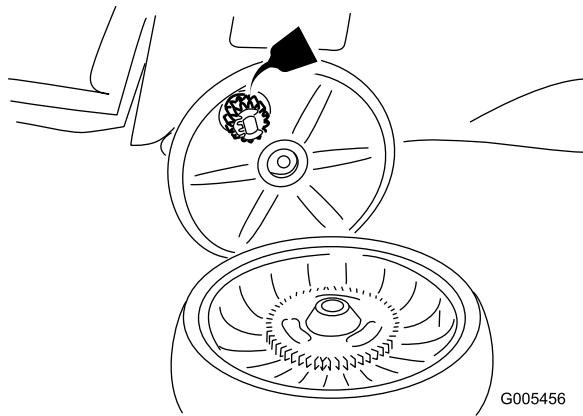

Рисунок 25
- Нанесите на зубчатые колеса смазочное масло, как показано на Рисунок 25.